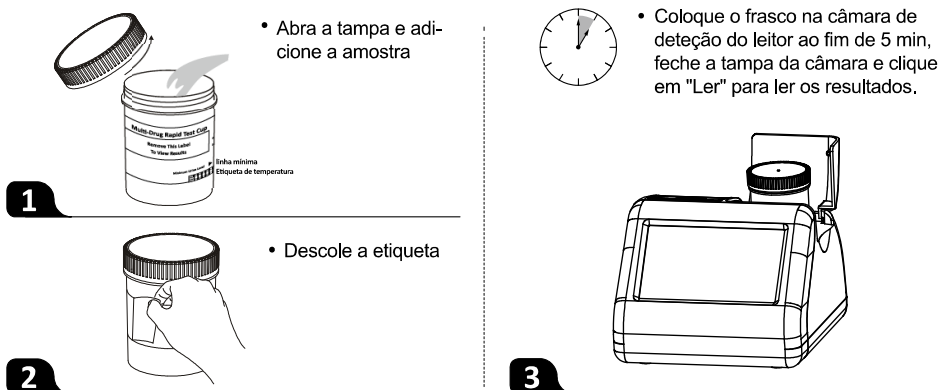

Fig. 16 Procedimento de teste do frasco de urina
Passo 2: coloque o frasco na câmara de deteção do leitor ao fim de 5 minutos e feche a tampa da câmara, conforme ilustrado na Fig. 16.